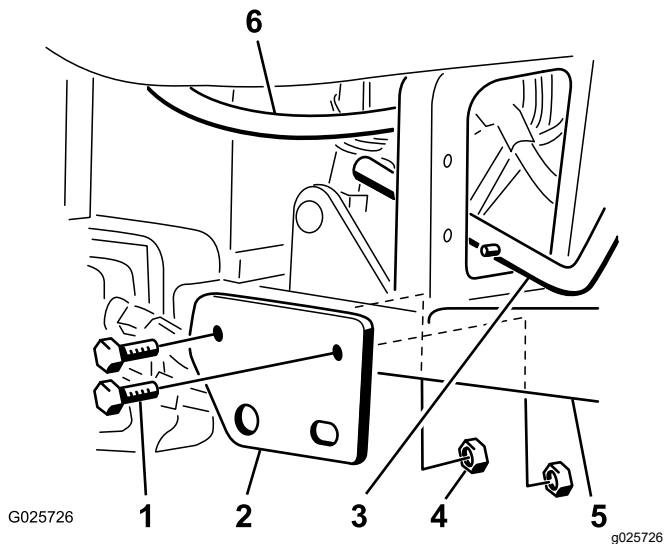

图 2
5. 使用 2 个螺栓 1/2 x 3-1/4 英寸和薄锁紧螺母 1/2 英寸将松土耙升降手柄总成的安装支架安装到右脚踏板管道上如图 2 所示。
注意 液压管线和升降手柄总成之间必须至少有 3 毫米 $\frac{1}{8}$ 英寸的间隙。根据需要轻轻放置液压管线图 2。